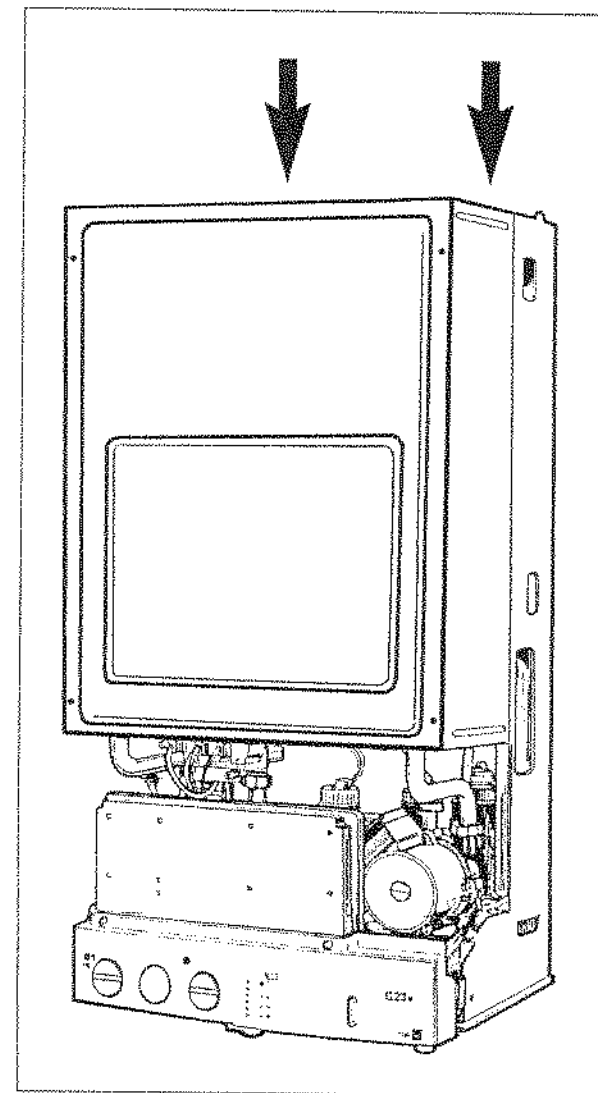

Fig. 10
- Présenter la chaudière sur les pattes d'accrochage, la laisser descendre sur celles-ci (fig. 10) en tenant compte des indications du gabarit de pose.